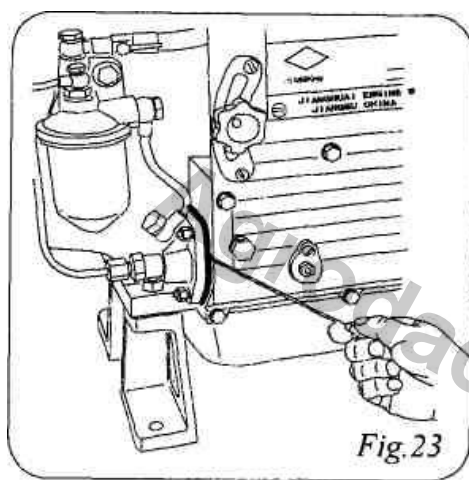

Рис.23
3.5 Увеличьте или уменьшите число прокладок между насосом и коробкой передач в зависимости от того, что метка на маховике прошла метку на баке или нет (рис. 23).